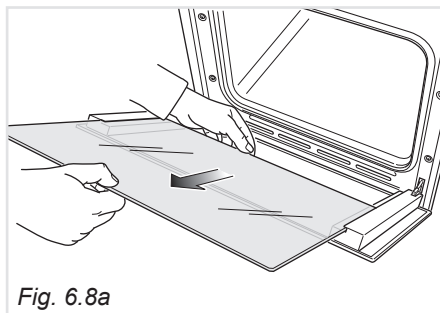

Fig. 6.8a
- Sfilare delicatamente il vetro interno (fig. 6.8a) e pulirlo con prodotti idonei. Asciugarlo sempre accuratamente.